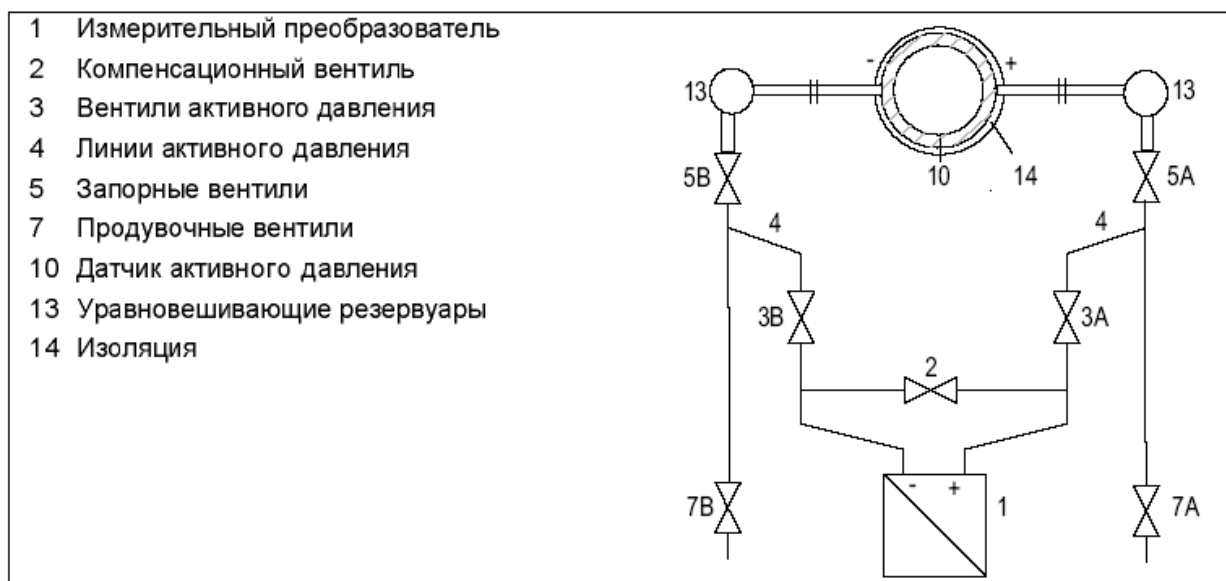

Рис. 43. Измерение пара
1. Открыть оба запорных вентилей (рис. 43) на штуцерах забора давления.
2. Открыть компенсационный вентиль (2).
3. Подождать, пока пар в линиях активного давления (4) и в уравнивающих резервуарах (13) не сконденсируется.
4. Немного приоткрыть вентиль активного давления (3А) и вентиль сброса давления на плюсовой камере датчика давления (1), пока не начнет выходить конденсат без примесей воздуха.
6. Немного приоткрыть вентиль сброса давления на минусовой камере датчика давления (1), пока не начнет выходить конденсат без примесей воздуха.
9. Закрыть вентиль сброса давления на минусовой камере (1).